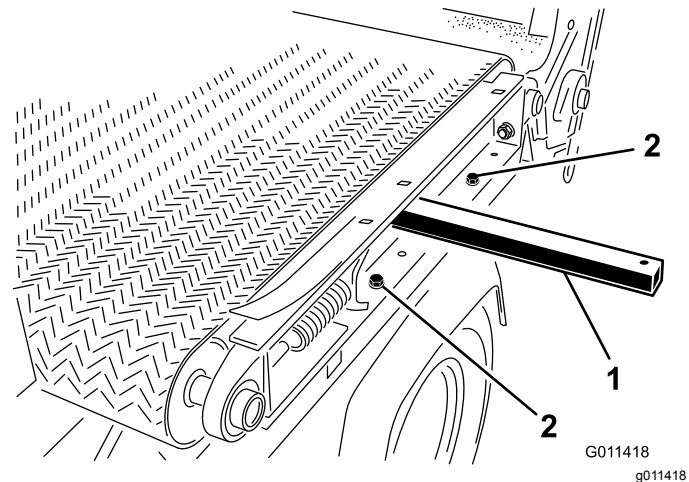

Figure 35
7. Sur le côté gauche de la machine, desserrez les 2 vis, rondelles et écrous qui fixent le plateau coulissant au cadre (Figure 35).
- A. Insérez une barre de levage dans le trou du côté gauche de la machine et élevez-la pour basculer le plateau coulissant (Figure 35).